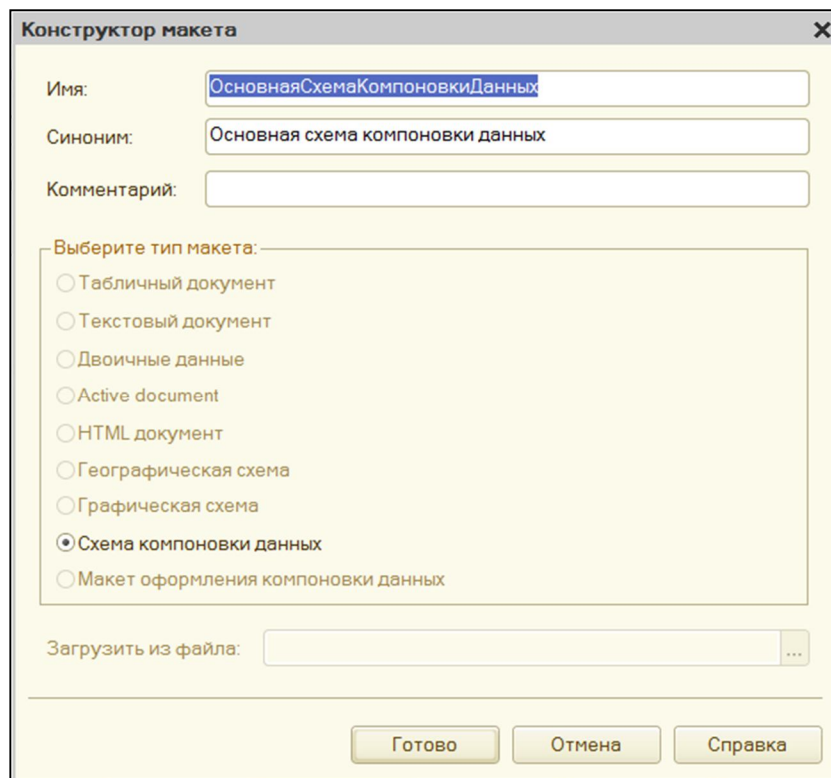

Рис. 44. Окно «Конструктор макета»
2) После нажатия кнопки «Открыть схему компоновки данных» на вкладке «Основные» появится окно конструктора макета (рис. 44),